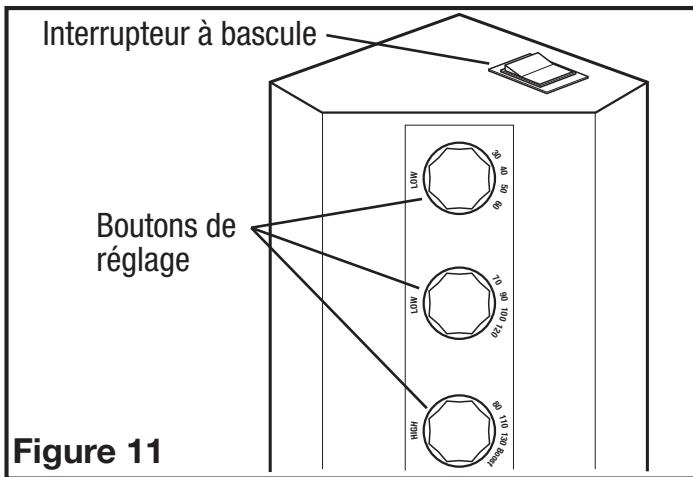

Figure 11
4. **MODÈLES À VITESSE VARIABLE :** Décidez d'abord si vous aurez besoin de plus ou de moins de 65 CFM de ventilation à vitesse lente. Si vous avez besoin de moins de 65 CFM, placez l'interrupteur à bascule de la limite inférieure de CFM sur une portée de 30-60. Si vous avez besoin de plus de 65 CFM, placez l'interrupteur à bascule de la limite inférieure de CFM sur une portée de 70-120. Une fois que vous avez décidé sur le flux d'air minimum requis, le niveau de CFM à basse vitesse du ventilateur peut être ajusté à l'aide du bouton de réglage inférieur (30-60 CFM) ou du bouton de réglage du milieu (70-120 CFM). Le niveau de CFM à haute vitesse souhaité peut être ajusté en utilisant le plus supérieur bouton de réglage (Figure 11).